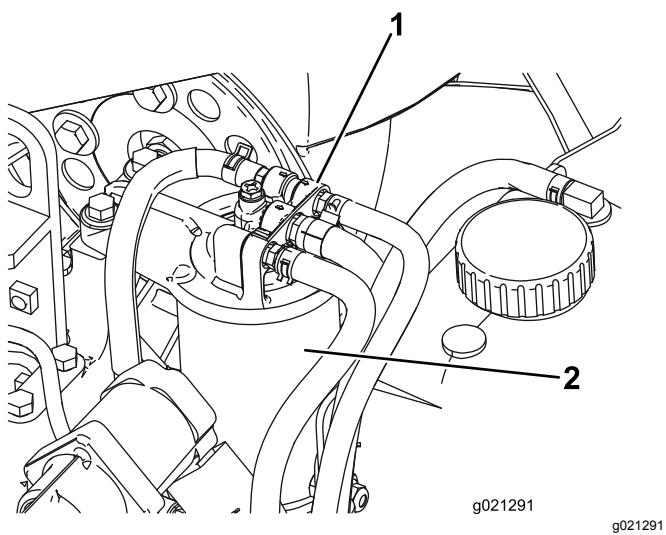

図 82
2. 燃料フィルタのヘッドの周囲をきれいに拭く図 82。
- フィルタを外してフィルタヘッドの取り付け部をきれいに拭く図 82。